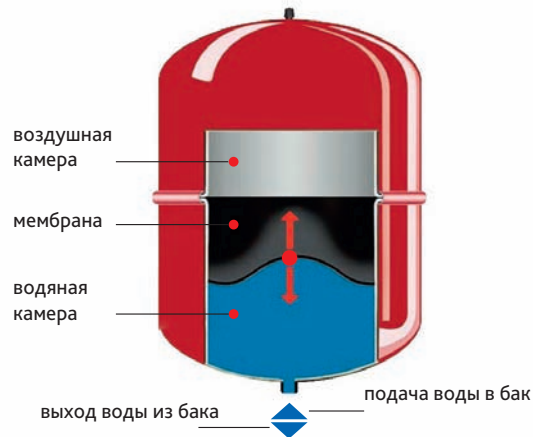

Рис. 1. Диафрагменный расширительный бак со стационарной мембраной
- б) диафрагменные, со стационарной мембраной (рис. 1).